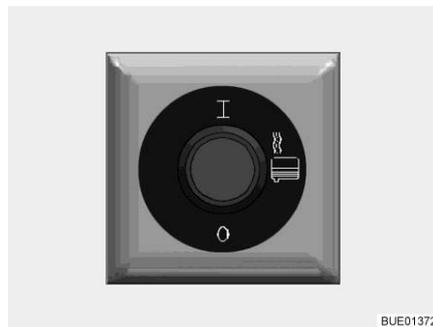

Fig. 200 Interrupteur pour le chauffage des eaux usées
- Allumer : ■ Appuyer sur la partie supérieure de l'interrupteur (Fig. 200). Le chauffage des eaux usées est allumé et empêche que les composants chauffés ne gèlent.